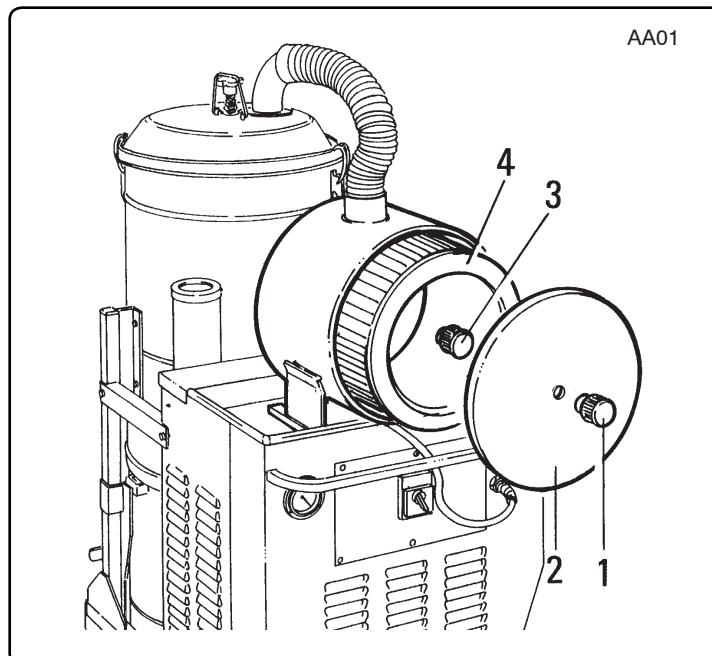

Fig. 8.5.4
**8.5.3 - Sostituzione del filtro negli aspiratori nella categoria d'impiego "K1" fig. 8.5.4**
**8.5.3 - Changing the absolute filter on "K1" version vacuum fig. 8.5.4**
**8.5.3 - Remplacement du filtre dans les aspirateurs de la catégorie d'utilisation "K1" (fig. 8.5.4)**
**8.5.3 - Ersetzen des Filters in den Saugern der Verwendungskategorie "K1" Abb. 8.5.4**